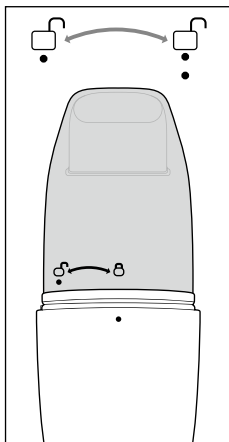
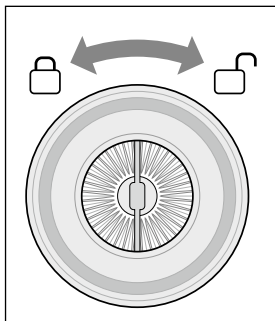

Fig. 6
Fig. 9
1. Quand vous ouvrez le bac à poussière ❸, veillez aux repères ● situés sous le symbole □ du bac à poussière ❸ et sur le bord de l'appareil. Tenez l'appareil au niveau de la poignée ❹ et tournez le bac à poussière ❸ jusqu'à ce que les deux repères se trouvent l'un au dessus de l'autre (voir fig. 6).
6. Remettez le bac à poussière ❸ sur l'appareil. Veillez à ce que les deux repères ● situés sous le symbole □ du bac à poussière ❸ et sur le bord de l'appareil se trouvent l'un au-dessus de l'autre (voir fig. 6). Tournez le bac à poussière ❸ jusqu'à ce que le repère ● sur le bord de l'appareil se trouve en dessous du symbole □ du bac à poussière ❸ et que le bac à poussière ❸ s'enclenche de manière audible dans l'appareil.
2. Veillez au symbole de cadenas sur le couvercle du filtre à poussière **5**. Tournez le filtre à poussière **5** vers la droite en direction de  et sortez-le ensuite du boîtier du filtre **4** (voir fig. 9 et 10).
3. Tapotez le filtre à poussière ❺ et le boîtier du filtre ❹ dans une poubelle.
4. Nettoyez le filtre à poussière ❺ et le boîtier du filtre ❹ à l'eau du robinet et laissez-les ensuite entièrement sécher à l'air libre.
5. Remplacez le filtre à poussière ❺ dans le boîtier du filtre ❹ et tournez-le vers la gauche dans le sens  jusqu'à ce qu'il soit bien fixé dans le boîtier du filtre ❹ (voir fig. 9).
6. Insérez à nouveau le filtre à poussière ❺ avec le boîtier du filtre ❹ dans le bac à poussière ❸. Veillez à ce que le filtre à poussière ❺ soit bien droit dans le bac à poussière ❸ et à ce que la lèvre en caoutchouc entoure bien le bac à poussière ❸.
7. Remettez le bac à poussière ❸ sur l'appareil. Veillez à ce que les deux repères ● situés sous le symbole  du bac à poussière ❸ et sur le bord de l'appareil se trouvent l'un au-dessus de l'autre (voir fig. 6). Tournez le bac à poussière ❸ jusqu'à ce que le repère ● sur le bord de l'appareil se trouve en dessous du symbole  du bac à poussière ❸ et que le bac à poussière ❸ s'enclenche de manière audible dans l'appareil.